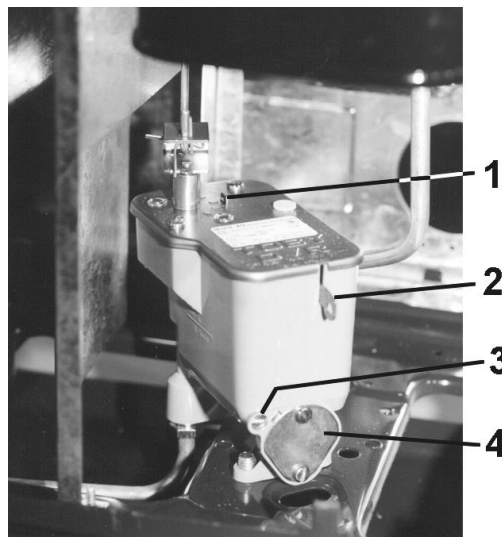

Abbildung 20: Ölregler
Wichtig: Vor der ersten Inbetriebnahme Ihres Gerätes müssen Sie den **Sicherheitshebel** (Reglerfalle) des Ölreglers (Fabrikat: TOBY DVR, siehe Abbildung 20) **anheben**, danach fällt dieser Hebel von selbst wieder hinunter. Dadurch wird die Ölzufuhr vom Öltank bzw. von der zentralen Ölversorgung zum Ölregler freigegeben.
1. Filterdeckel am Ölgregler (2 Schrauben) und Filterdichtung abnehmen und Öl auffangen (Abbildung 20).
In seltenen Fällen kann es passieren, daß der Dosierstab im Ölgregler verschmutzt, dadurch kann der Öldurchfluß behindert oder sogar völlig unterbunden werden. Dies können Sie eventuell folgendermaßen beheben: Leistungsregler auf höchste Stellung „6“ stellen und den Betätigungsstift am Ölgreglerdeckel (siehe Abbildung 20) kräftig antippen. Danach Leistungsregler wieder auf „0“ drehen.
Eventuell müssen Sie den Sicherheitshebel (Reglerfalle) des Ölgreglers (siehe Abbildung 20) nach oben drücken, um den Ölzufuß zum Regler freizugeben (siehe Kapitel 11.3.).